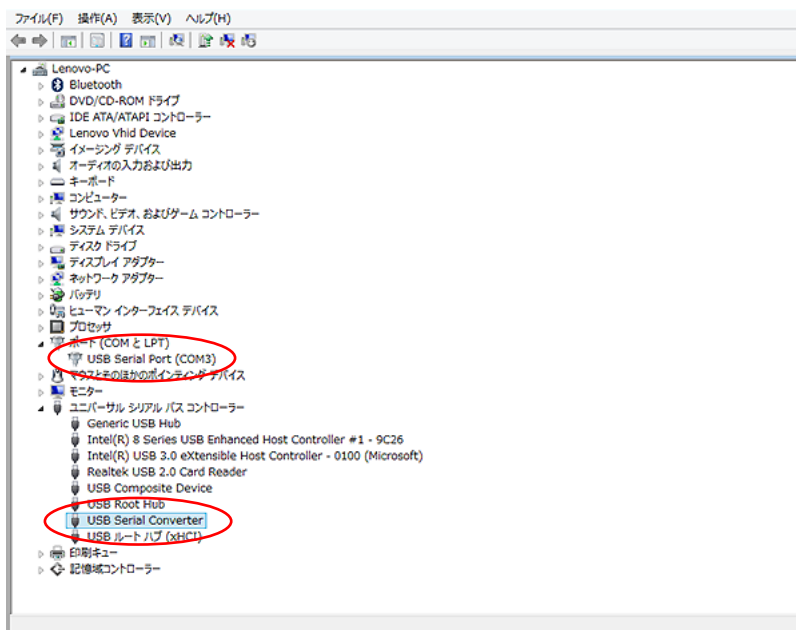

図 13：デバイスマネージャ
- ⑦ 「完了」を選択すると、インストールは終了します。
- ⑧ デバイスマネージャの「ポート (COM と LPT)」に「USB Serial Port (COM3)」、「ユニバーサル シリアル バス コントローラ」に「USB Serial Converter」が図 13 の様に表示されます。